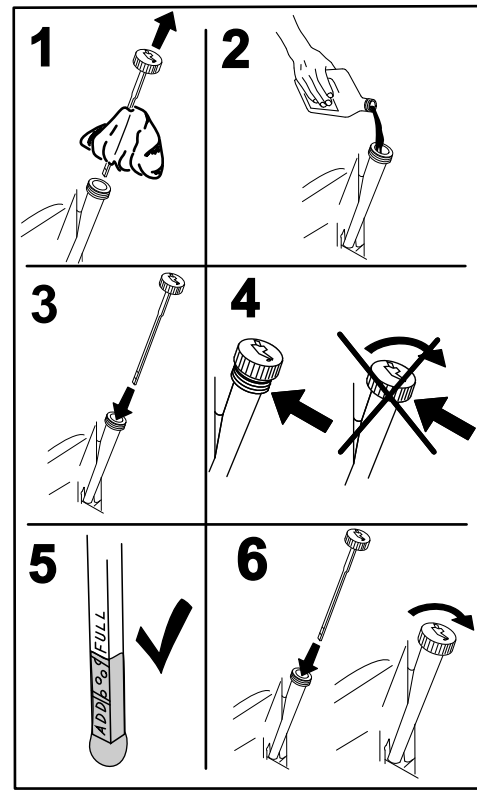

図 40
4. ディップスティックを抜きウェスで一度きれいに拭く (図 40)。